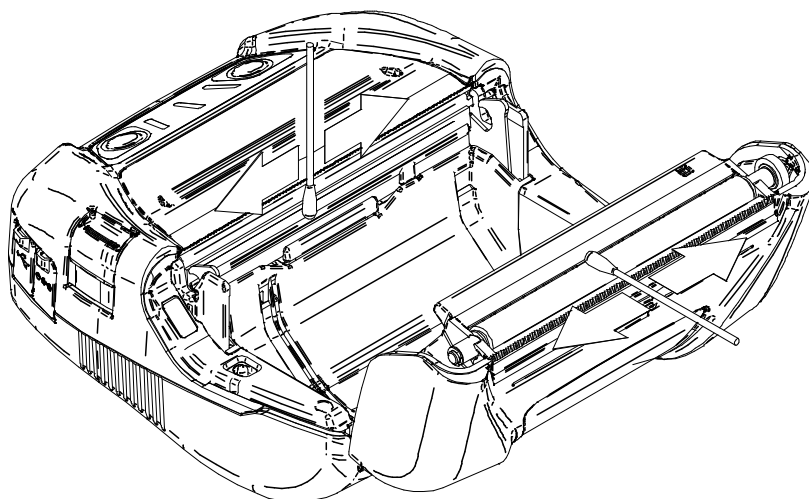

図 18-1 サーマルヘッド／プラテンのクリーニング
- ③ ペーパーカバーを開けてください。
- ④ 少量のエチルアルコールで湿らせた綿棒で、サーマルヘッドやプラテンの汚れを拭き取ってください。（図 18-1参照）